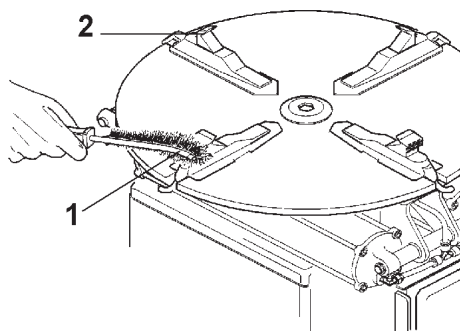

Fig. 6.0-2
**C.** Nettoyer une fois par semaine les dents des griffes (**A** Fig. 6.0-2) avec une brosse en acier, contrôler les protections en plastique des dents des griffes (**B**) si celles-ci sont détériorées les remplacer.